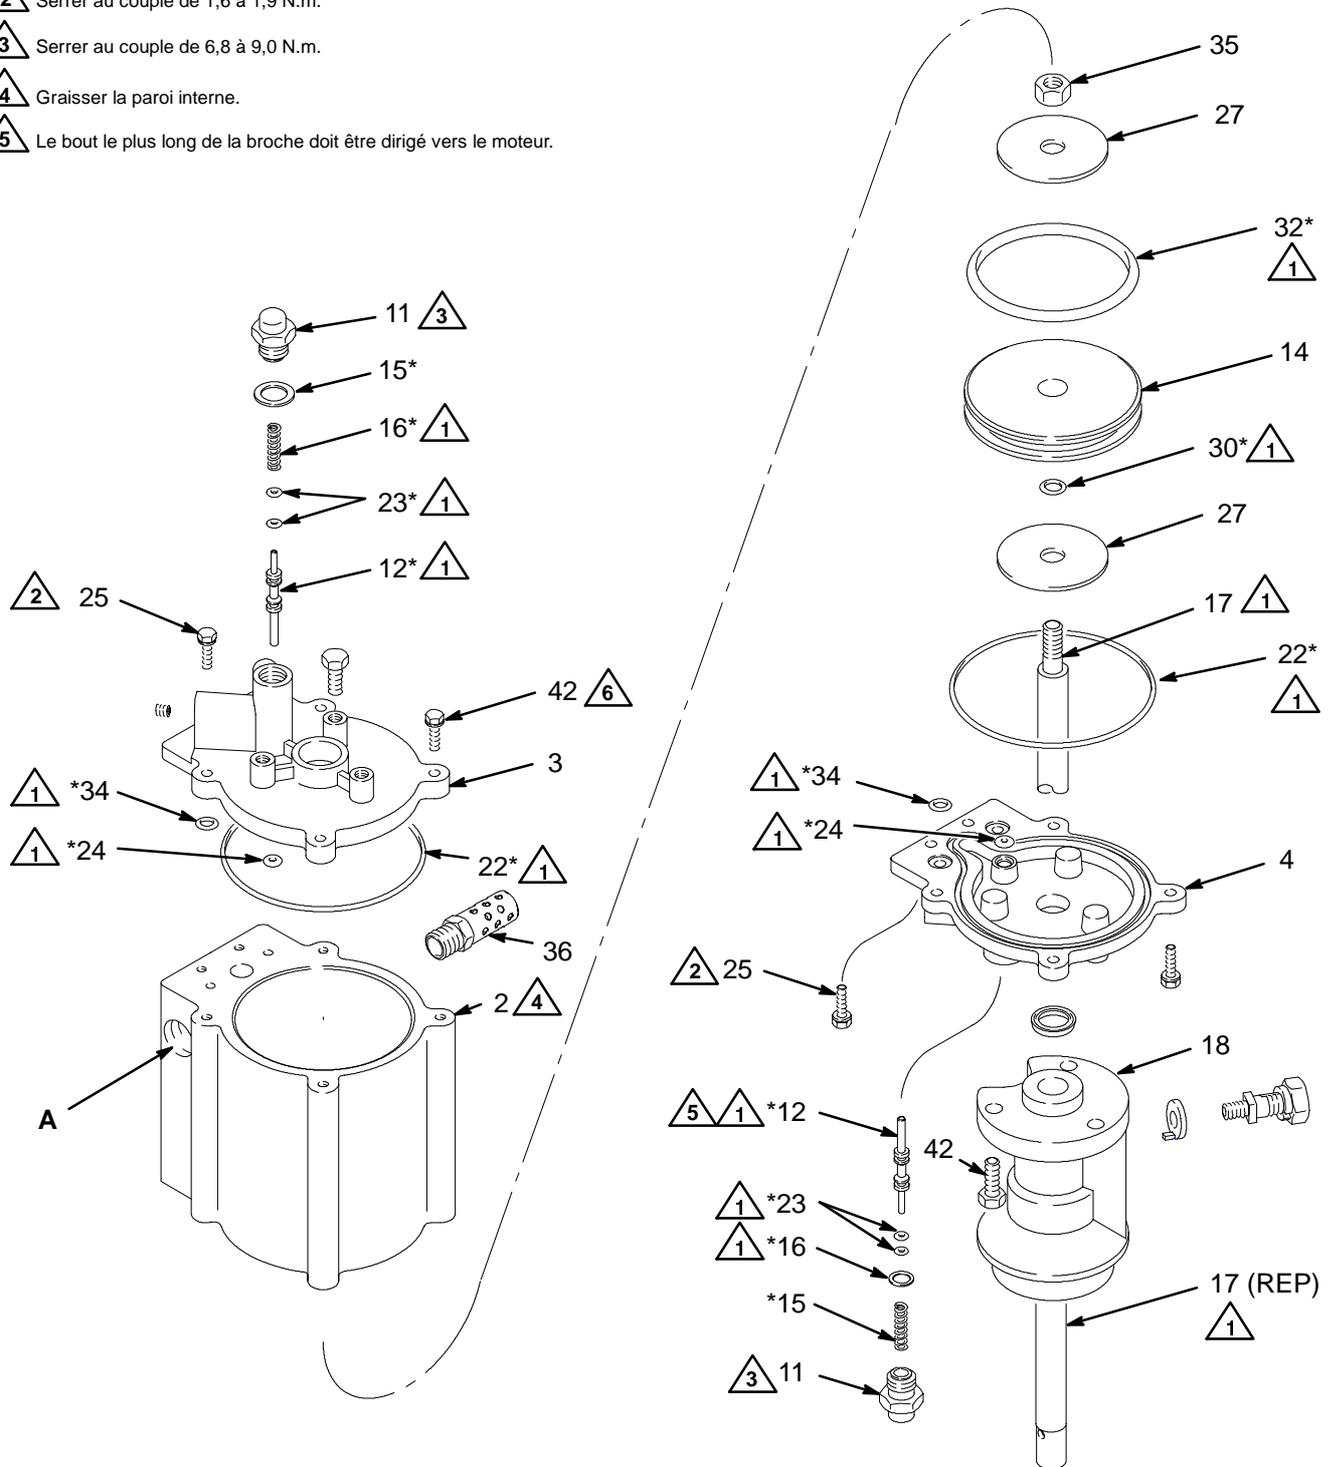

Fig. 11
1. Séparer le moteur pneumatique (1) du bas de pompe (100) comme indiqué à la page 15.
2. Retirer les six vis (25 et 42) maintenant le chapeau inférieur (4) sur le cylindre (2). Soulever le cylindre au-dessus du chapeau pour découvrir le piston (14). Voir Fig. 11.
3. Sortir le piston (14) et la tige de piston (18) du corps de sortie (18) et du chapeau inférieur du cylindre (4).
4. Retirer le joint torique du piston (32*). Introduire un poinçon dans le trou situé à l'extrémité de la tige de piston (18) pour la maintenir en place et dévisser l'écrou (35) de la tige. Enlever les deux rondelles (27), le joint torique (30*) et le piston (14).
5. Mettre le cylindre (2) debout. Retirer les six vis (25 et 42) et soulever le chapeau supérieur (3).
7. Enlever le grand joint torique (22*) et les deux petits joints toriques (34*) situés à l'intérieur du chapeau supérieur du cylindre (3). Répéter l'opération pour le chapeau inférieur du cylindre (4).
1. Graisser le grand joint torique (22*) et les deux petits joints toriques (34*) et les disposer sur le chapeau supérieur du cylindre (3). Répéter l'opération pour le chapeau inférieur du cylindre (4). Voir Fig. 11.
2. Monter le chapeau supérieur (3) sur le cylindre (2). Attention que le grand joint torique (22*) ne sorte pas de sa gorge. Mettre deux vis M4 (25) sur la section carrée du chapeau et quatre vis M5 (42) dans les trous des pattes. Serrer les deux vis M4 (25) entre 1,6 et 1,9 N.m et les quatre vis M5 (42) entre 4,0 et 5,1 N.m.
3. Mettre une rondelle (27), un joint torique (30*), le piston (14), avec le chamfrein tourné vers le bas face au joint torique (30), et une rondelle (27) sur la tige de piston (17). Visser l'écrou autobloquant (35) sur la tige. Mettre le joint torique (32*) sur le piston (14) et lubrifier le joint torique.
4. Graisser la tige de piston (17) et la paroi interne du cylindre (2).
5. Introduire la tige de piston (17) dans le chapeau inférieur (4) et le corps de sortie (18) en faisant attention de ne pas endommager le joint en U (19) se trouvant à l'intérieur du chapeau.
6. Descendre le cylindre (2) sur le piston (14). Attention que le grand joint torique (22*) ne sorte pas de sa gorge. Mettre les vis (25 et 42) sur le chapeau inférieur (4) comme indiqué au point 2.
7. Remonter le moteur pneumatique (1) sur le bas de pompe (100) comme indiqué à la page 15.
1. Enlever le bouchon de la vanne de commande (11) du chapeau supérieur (3). Contrôler le joint (15*) et le ressort (16*) en place sur le bouchon. S'il faut changer le joint, le dévisser du bouchon (11). Voir Fig. 11.
2. Sortir la broche (12*) du chapeau supérieur (3). Enlever les deux joints toriques (23*) de la broche.
4. Répéter l'opération pour le chapeau inférieur du cylindre (4).
1. Si le joint torique (24*) a été enlevé, il faut le mettre en place par l'intérieur du chapeau supérieur (3). Lubrifier le joint torique. Voir Fig. 11. Remonter le chapeau supérieur. Voir la rubrique **Entretien du cylindre et du piston**.
2. Disposer les deux joints toriques (23*) sur la broche (12*). Graisser la broche et l'introduire dans le chapeau supérieur (3). Le bout le plus long doit être dirigé vers l'intérieur du moteur.
3. Visser le joint (15*) sur le bouchon (11). Graisser le ressort (16*) et le placer dans le bouchon. Visser le bouchon dans le chapeau supérieur (3) et serrer entre 6,8 et 9,0 N.m.